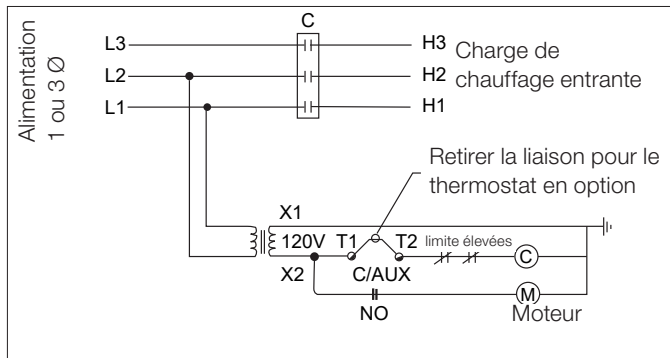
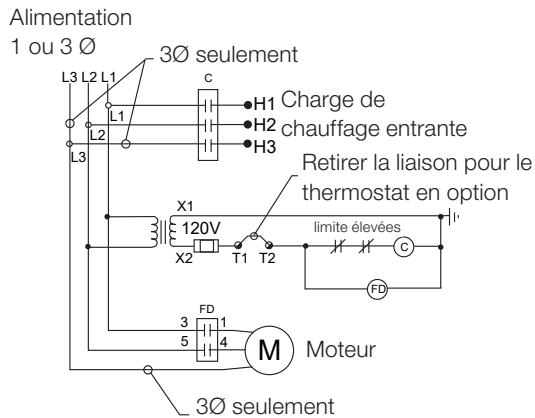
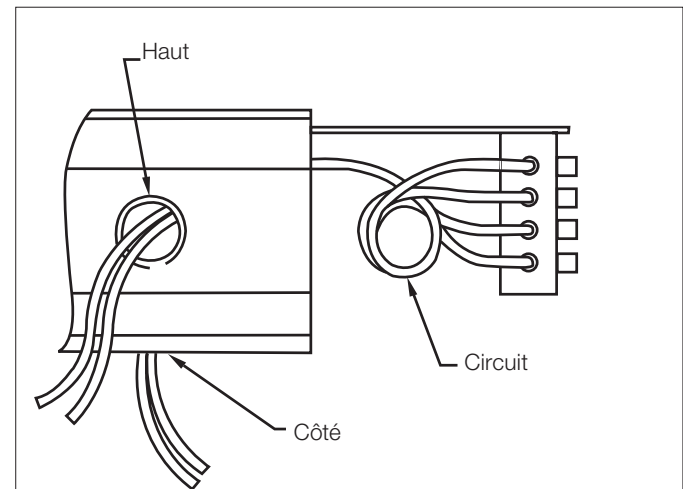

Figure 9 – Diagramme de câblage pour l'unité XGB à petit cabinet
Figure 10 – Diagramme de câblage pour l'unité XGB à grand cabinet
Figure 11 – Bornier d'alimentation
- Connecter les câbles d'alimentation aux bornes L1 et L2 pour les unités à phase unique, et L1, L2 et L3 pour les unités à trois phases, en assurant de prévoir un assez long câble pour permettre au chariot du bornier de glisser dans le boîtier. Consulter la Figure 9 et Figure 10, page 21 pour visualiser le circuit de commande et la Figure 11, page 21 pour le câblage suggéré. Faire attention de ne pas endommager les câbles sur le filetage du boîtier.
- Connecter le câble de mise à terre à la borne dans le boîtier à bornier d'alimentation; en s'assurant toujours que le câble est assez long pour permettre au chariot de rentrer dans le boîtier. Voir la Figure 11, page 21.
Installer le thermostat XT conformément à la fiche d'instructions fournie. Les borniers « T1 » et « T2 » du boîtier d'alimentation de l'unité de chauffage sont présents pour la connexion du thermostat à distance et précâblés au reste du circuit de commande. Retirer le câble de liaison entre les bornes « T1 » et « T2 » et y connecter le thermostat. (Se reporter à la Figure 9 et Figure 10, page 21.) Régler la température aux conditions de fonctionnement souhaitées.